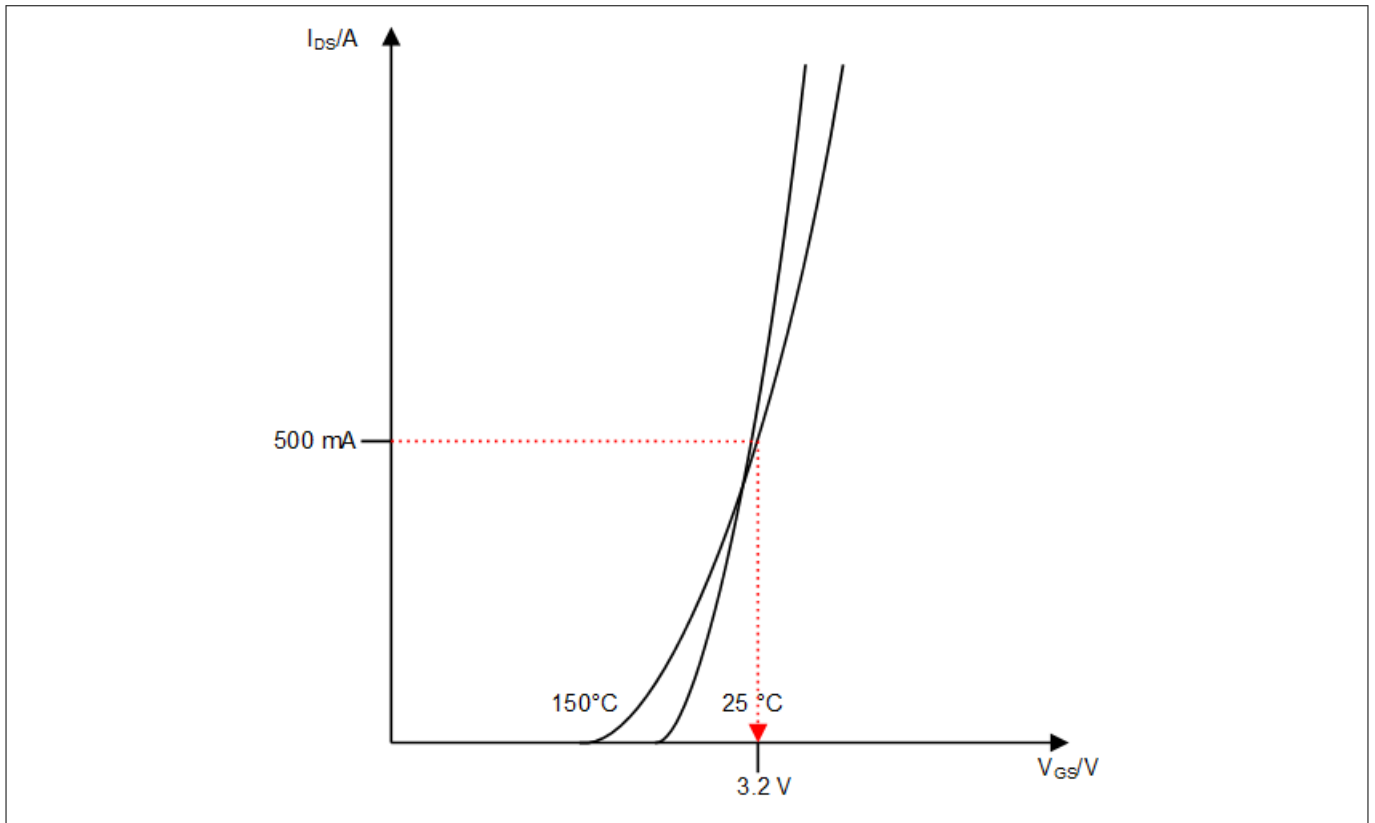

图 10 典型的转移特性曲线示例
- 在 MOSFET 的数据表中, 检查典型的转移特性曲线, 评估电压值 V_{GS} (对应于您的目标电流 $V_{GS,target,evaluated}$); 请参阅 图 10, 注意该图显示的典型值,